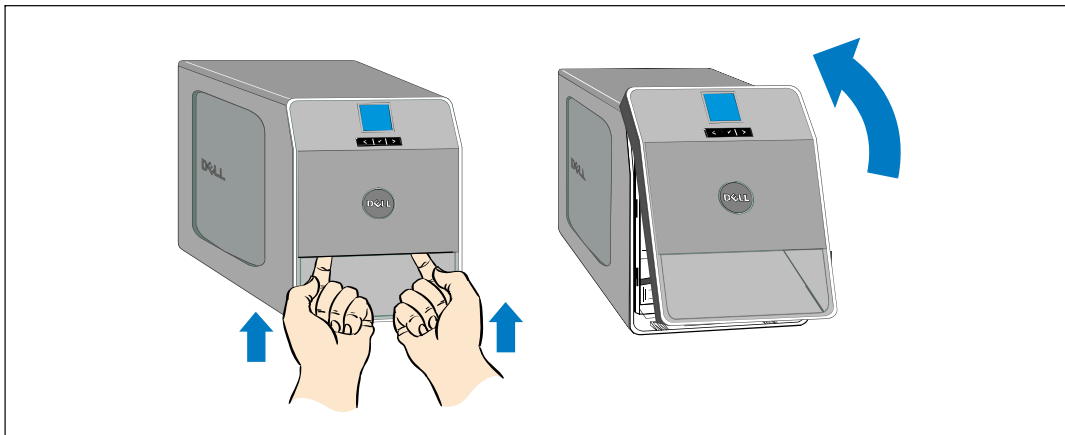

Figure 24. Retrait du couvercle avant de l'onduleur
- 2 Retirez le couvercle avant de l'onduleur (voir Figure 24) :